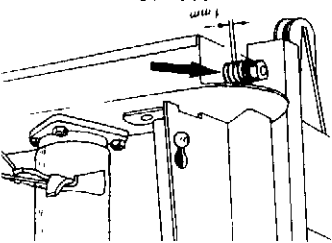

Abb. 13
- Man kann auch so sagen: Die Kettenspannung ist richtig, wenn zwischen den Federwindungen 1 mm Luft ist. (Abb. 13)
34. La chaîne d'entraînement du herisson doit être abondamment huilée avant chaque service prolongé. Ser-ré l'écrou du tendeur de chaîne de sorte que le ressort soit comprimé de 10 à 15 mm env. (fig. 13).
34. La catena di comando del rullo distributore deve essere oliata prima di ogni uso lungo: il dado del tenditore deve essere serrato fino a quando si ottiene un prelievo della molla di circa 10-15 mm (fig. 13).
34. De aandrijfketting van de strooihaspel moet overvloedig worden geolied voor elk gebruik van langere duur. De moer van de kettingaanspanner moet zodanig worden bijgezet dat de veer ongeveer 10-15 mm. voorgespannen is. (fig. 13)